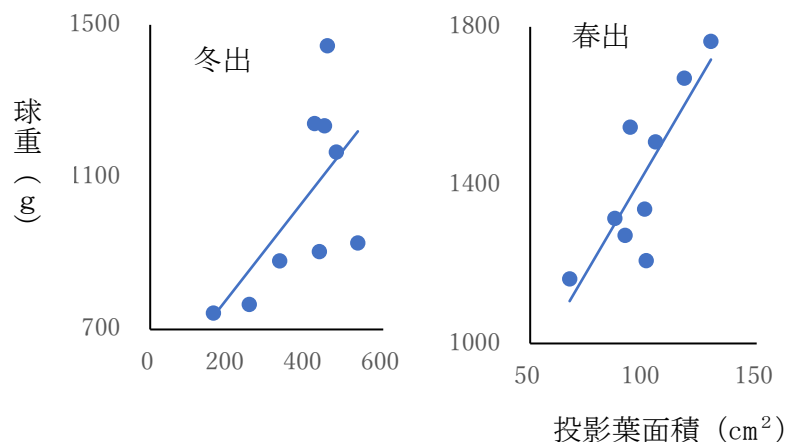

図2 投影葉面積と収穫時の球重の関係 (平成30年)
2) 定植15~20日後の投影葉面積から、収穫時期の球重が推定できます(図2)。